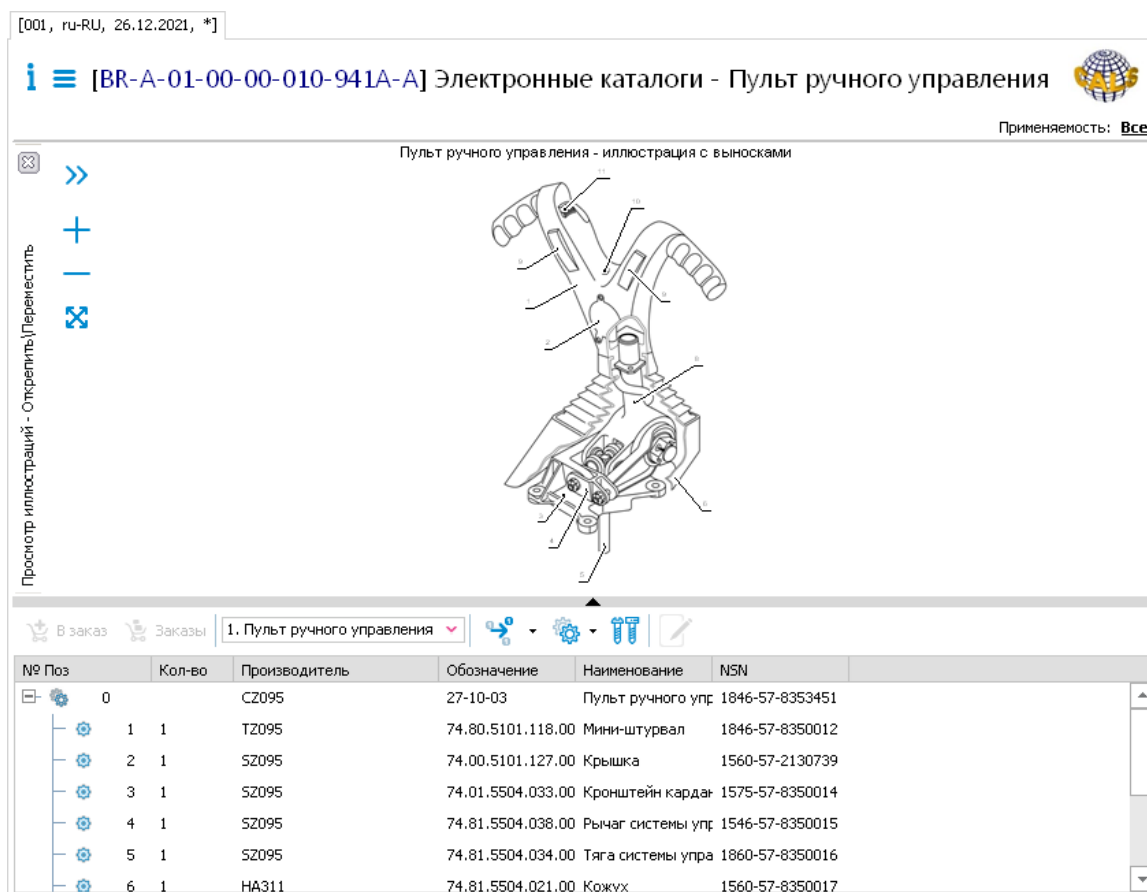

Рис. 109
- 2) Для удобства просмотра каталога скройте область отображения структуры проекта, находящуюся в левом окне. Для этого отожмите кнопку Структура документации  на панели инструментов главного окна (рис. 109).